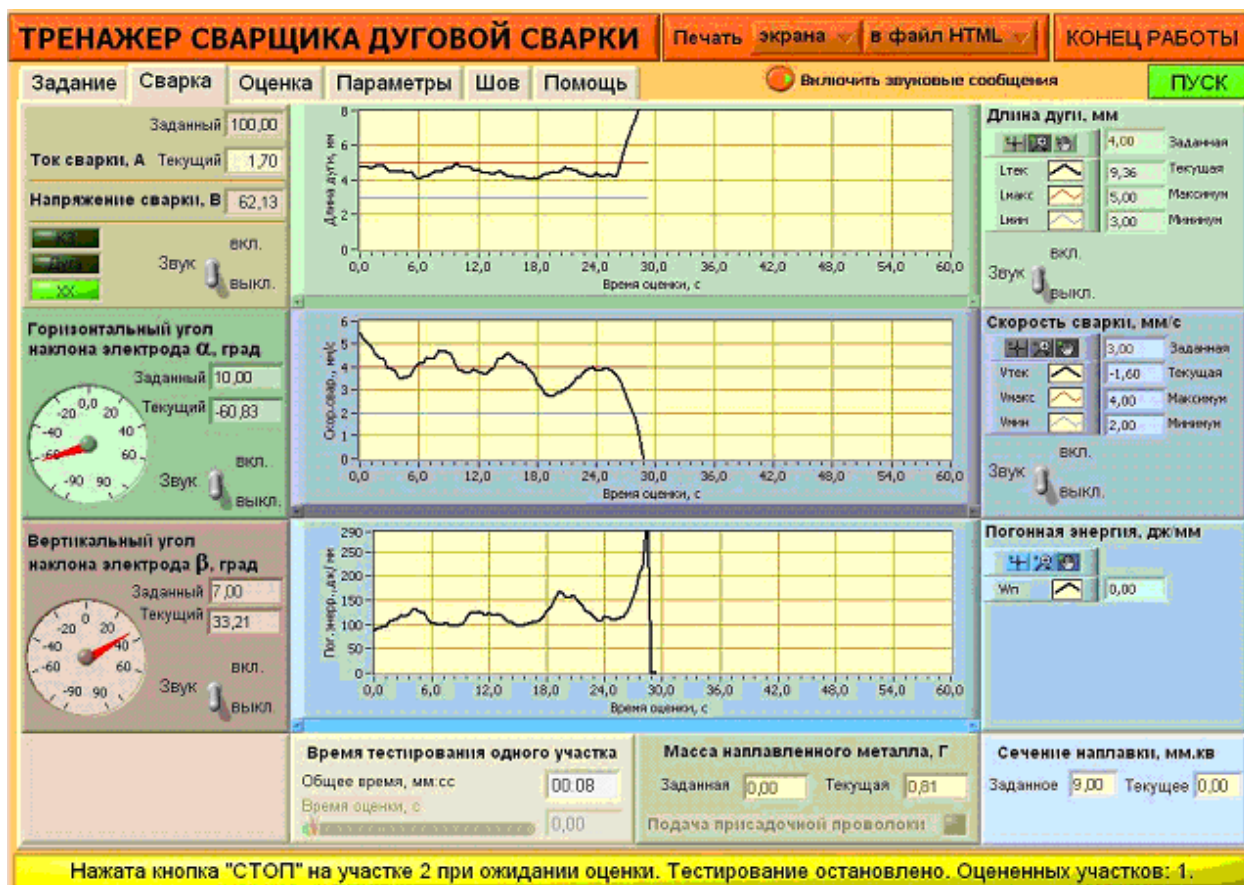

Рисунок 3.
- отображать на экране монитора компьютера текущие мгновенные и усредненные значения параметров реальных сварочных процессов и параметров (рис.3), характеризующих технику выполнения этих процессов, со сравнением возможных отклонений от заданных или нормативных значений в динамике;